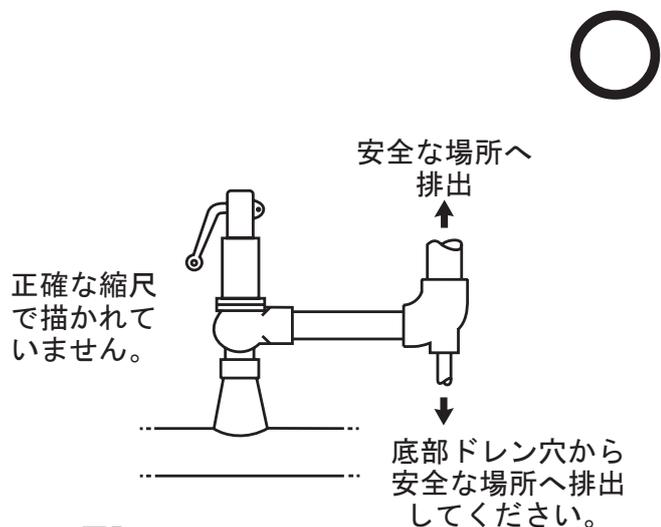

図5.
- 6.8 吹き出し管は、小さいポア・ドレンの上側に向け、最も低い所に取付けます。(図5) ドレンは危険あるいは不都合が起こらない場所に排出して下さい。